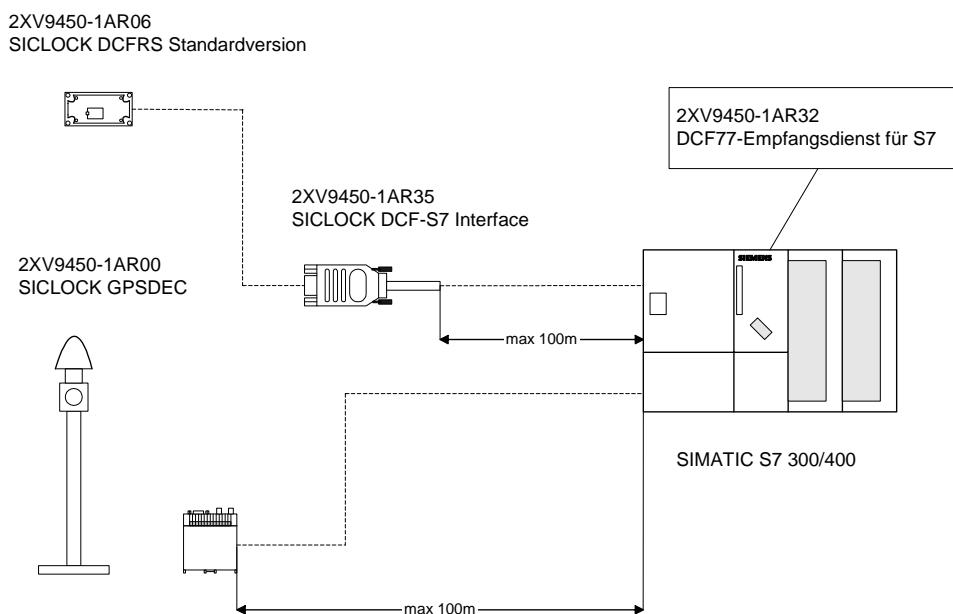

Abbildung 1 Synchronisation einer SIMATIC S7 300/400
- Abbildung 1 Synchronisation einer SIMATIC S7 300/4002